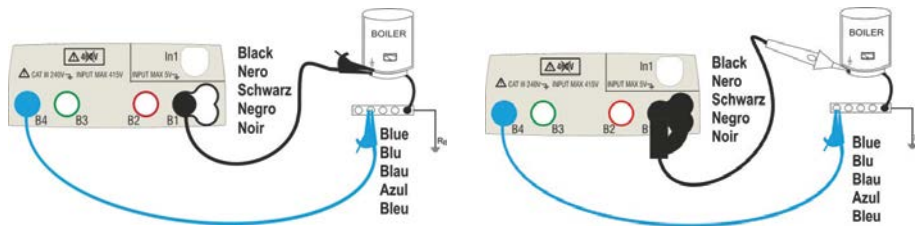

Fig. 6: Continuïteitstest door middel van losse meetsnoeren en de PR-400 geschakelde meetsonde.
7. Sluit de krokodillenklemmen en/of meetsnoeren en of de PR-400 aan op circuit, zoals getoond in Fig. 6.